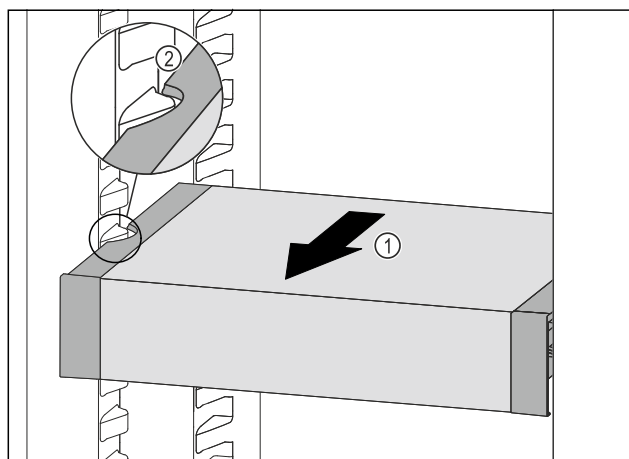

Fig. 131
- ▶ Predal VarioSafe povlecite naprej Fig. 131 (1), dokler nista stranska izreza predala VarioSafe na višini nastavka za posodo v hladilniku. Fig. 131 (2)